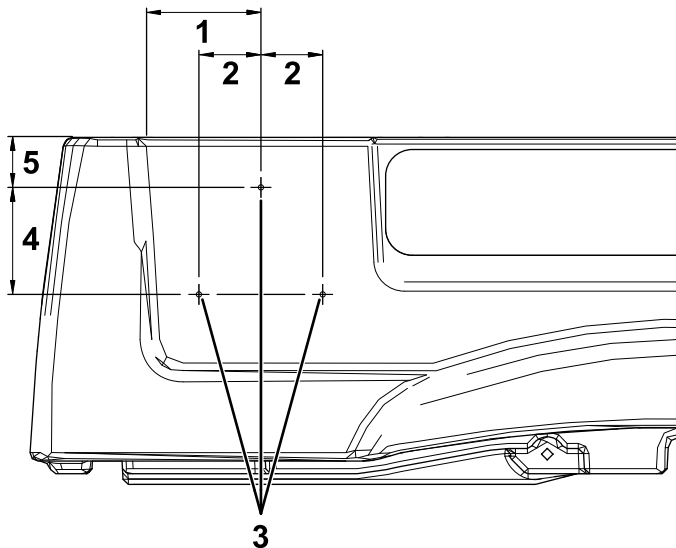

Figura 15
1. En el lado izquierdo de la plataforma de carga, mida 136 mm desde el borde derecho de la moldura y 60 mm desde el borde superior de la plataforma de carga, y marque este punto (Figura 15).
2. Mida 128 mm hacia abajo desde el orificio marcado en el paso 1 y 74 mm hacia la derecha y hacia la izquierda, y marque estos 2 puntos (Figura 15).
3. Perfore un orificio de 5 mm en cada una de las 3 posiciones marcadas (Figura 15).